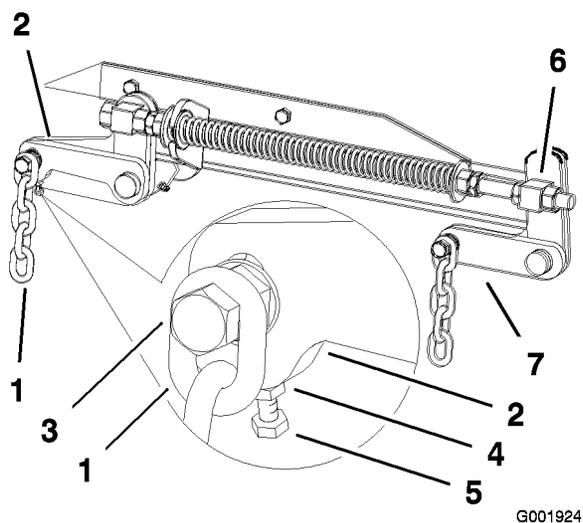

Figura 61
7. Si las medidas realizadas en las posiciones **B** o **C** no son correctas, afloje el perno que fija la cadena trasera al brazo de soporte trasero (Figura 61).
8. Afloje la contratuerca situada debajo del brazo de soporte trasero y ajuste el perno de ajuste hasta obtener una medida de 79 a 83 mm (Figura 61).
7. Afloje las contratuercas de pivote delantero, en la parte delantera de los pivotes derecho e izquierdo, aproximadamente 13 mm (Figura 61).
8. Ajuste las tuercas de elevación en el lado izquierdo y derecho de la máquina hasta obtener una distancia de 6 a 10 mm menos en la parte delantera en **A** que en la parte trasera, en **B** (Figura 61).